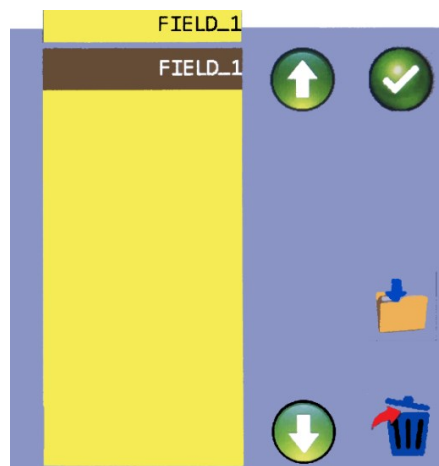

Bild 42
- Auf  drücken und es öffnet sich ein Fenster, wo nach dem Namen der Arbeit gefragt wird (Bild 42).